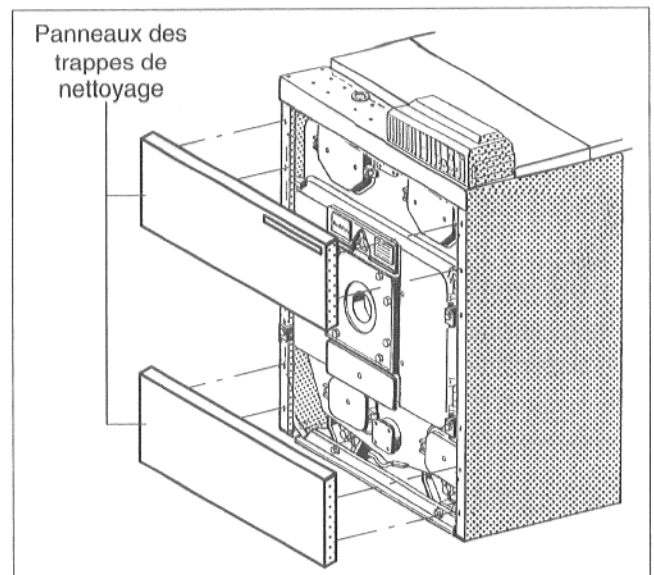

Fig. 58
- Dépendre les panneaux du haut et du bas des trappes de nettoyage avant (Fig. 58).